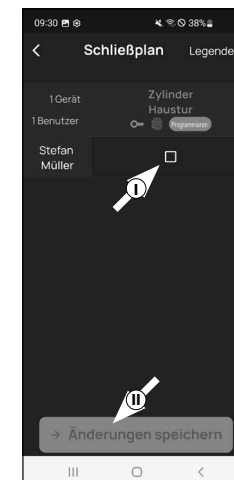

Fig. 2
4 Podrá ver una tabla consistente en cilindros utilizados (en horizontal) y en usuarios configurados (en vertical) (Fig. 2). Ponga una marca de confirmación en la cerradura que desee que el usuario esté autorizado a utilizar (I) (Fig. 2), y pulse el botón «Guardar cambios» (II) (Fig. 2).